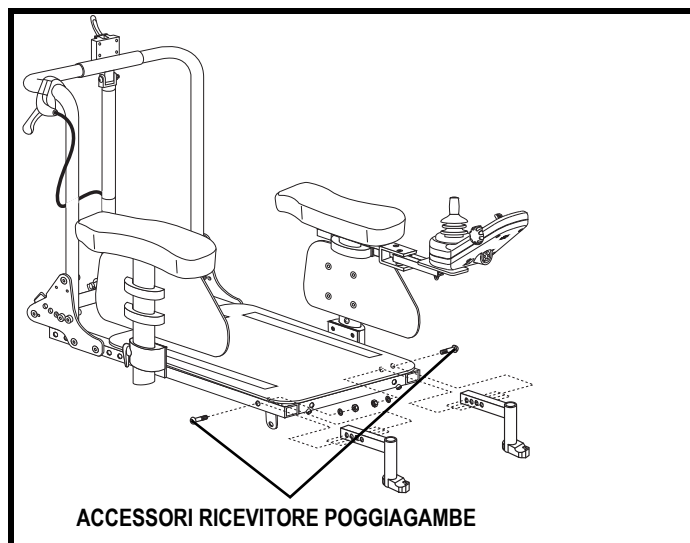

Figura 15. Regolazione della profondità del poggiatesta
1. Allentare i fissaggi del supporto del poggiatesta. **Vedere figura 15.**